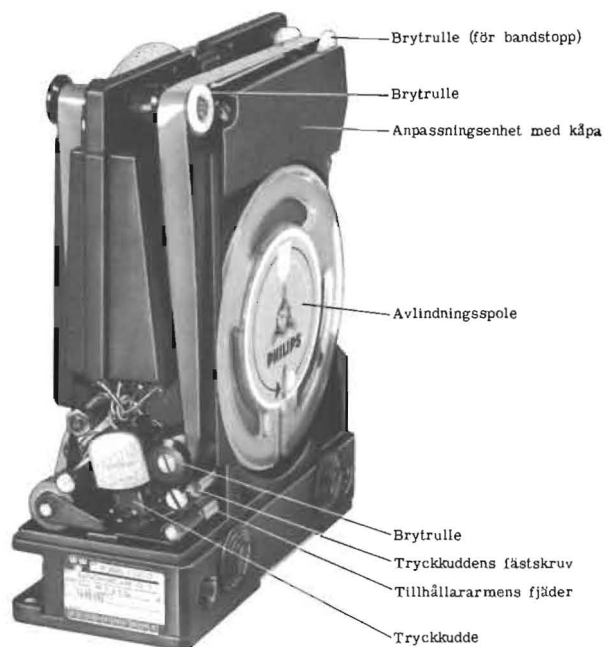

Bild 4. Bandinspelarens avlindningssida
2. Sätt dit den fulla bandspolen på platsen för avlindningsspolen, se bild 4. Bandet skall helst vara raderat innan det sätts i bandinspelaren.
5. Lyft upp tryckkudden och dra bandet mellan denna och tonhuvudet samt mellan drivaxeln och tryckrullen (se bild 4 och 5).
På stommen, av gjuten lättmetall, sitter följande mekaniska huvuddelar, bild 4 och 5:
Bandinspelaren är uppbyggd av följande elektriska huvuddelar, se bild 4 och 5.
Anpassningsenheten skyddas av en kåpa, se bild 4, som sitter fast med skruvar.
Oscillatorenheten är helt ingjuten i ett block av epoxiplast, och är fäst vid stommen med tre skruvar (se bild 4). Den består av en förmagnetiseringsoscillator och två filter.